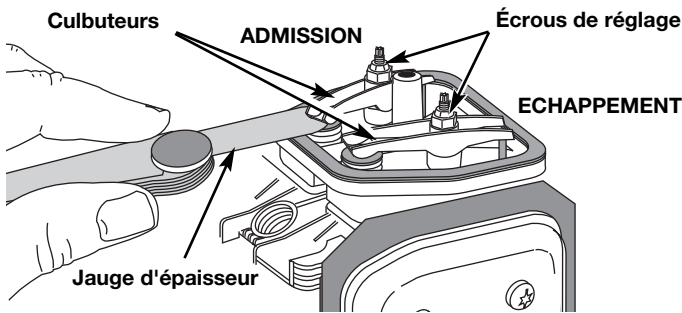

Fig. 37
9. Glissez la jauge d'épaisseur entre le culbuteur et le ressort de rappel de la soupape. Mesurez le jeu entre la tige de soupape et le culbuteur (Fig. 37). Faites-le pour les soupapes d'admission et d'échappement.